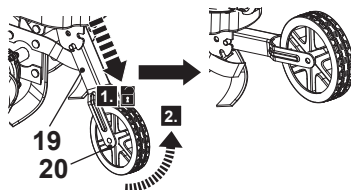

Fig.18, posição de trabalho
Durante a operação, a roda (20) deve ser ajustada para a posição superior (fig. 18).